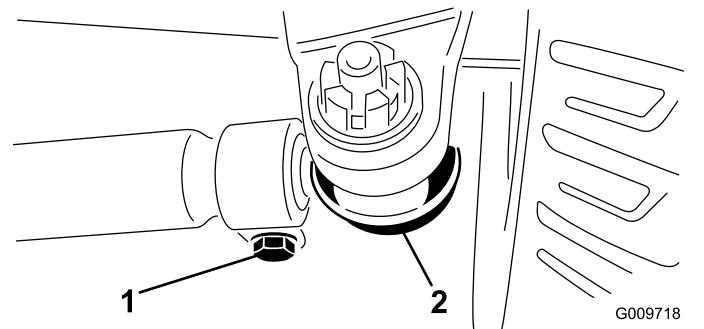

Figura 114
3. Per regolare la convergenza, togliete la coppia e il dado da uno dei giunti a sfera del tirante (Figura 114).
5. Allentate i fermi su entrambe le estremità dei tiranti (Figura 114).